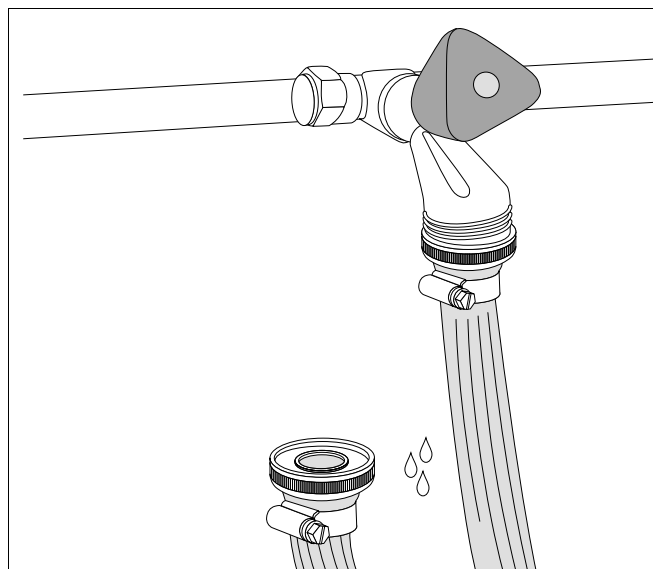

Fig. 64 Umpleți furtunul
- Racordați furtunul la racordul de apă și umpleți-l cu apă (fig. 64). Să fiți atenți să nu se mai afle aer în furtun.
- Racordați furtunul la robinetul de umplere și de golire (fig. 64).